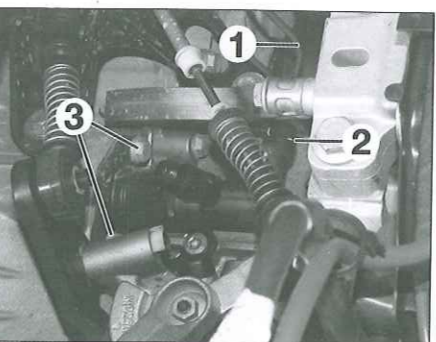

Fig. 15
- Desconectar la tubería (1) del cilindro receptor, después de haber tirado de su grapa (2) de seguridad hacia atrás (Fig.15).